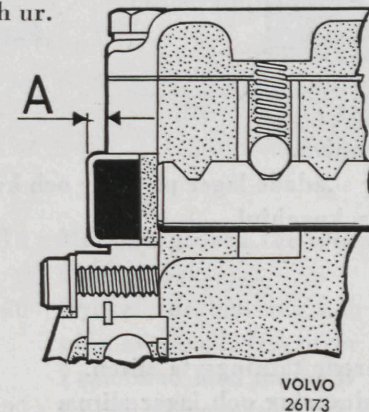

Bild 33. Montering av hattplugg över skiftaxel.
8. Montera skiftaxlar och -gafflar. För över skiftgaffeln till bakre läget vid montering av spännstiftet. Använd nytt stift. Montera kåpan över skiftaxlarna. Obs! Har hattpluggarna i husets främre gavel varit demonterade, skall de monteras på samma sätt som tidigare, dvs. den mittre hattpluggen skall sticka ca 4 mm utanför husets plan, se bild 33.